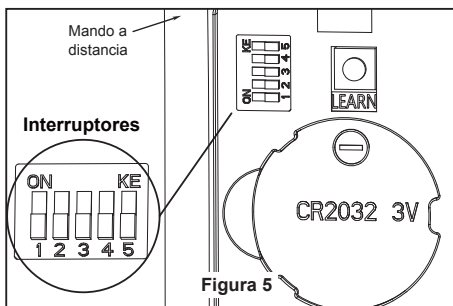

Figura 5
4. Una vez haya hecho las conexiones, coloque los cables hacia arriba y empújelos cuidadosamente hacia dentro de la caja de la toma de corriente, poniendo los cables blancos y verdes a un lado de la caja y los negros hacia el otro lado. Los cables deben ser colocados de forma extendida poniendo el conductor de la toma de tierra y el conductor de toma de tierra del equipo a un lado de la caja, colocando el conductor sin toma de tierra en el otro lado de la caja. (Figura 5)
5. Para configurar el código del mando a distancia a las mismas posiciones que en el receptor. Mueva los interruptores de código hasta colocar el código de selección en la posición arriba o abajo. Con un destornillador pequeño o con una lapicera (no se incluye) deslice firmemente hacia arriba o hacia abajo. (Figura 5)